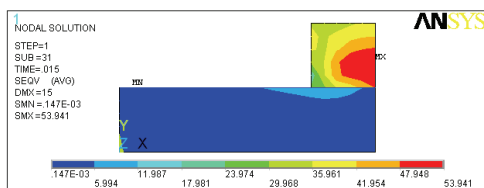

图 4-97 滑块内部等效应力场等值线图
5) 选择 Main Menu | General Postproc | Plot Results | Contour Plot | Nodal Solu 命令, 出现 Contour Nodal Solution Data 对话框, 在 Item to be contoured 列表框中选择 Nodal Solution | Stress | von Mises stress, 单击 OK 按钮, ANSYS 窗口将显示如图 4-97 所示的滑块内部等效应力场等值线图。